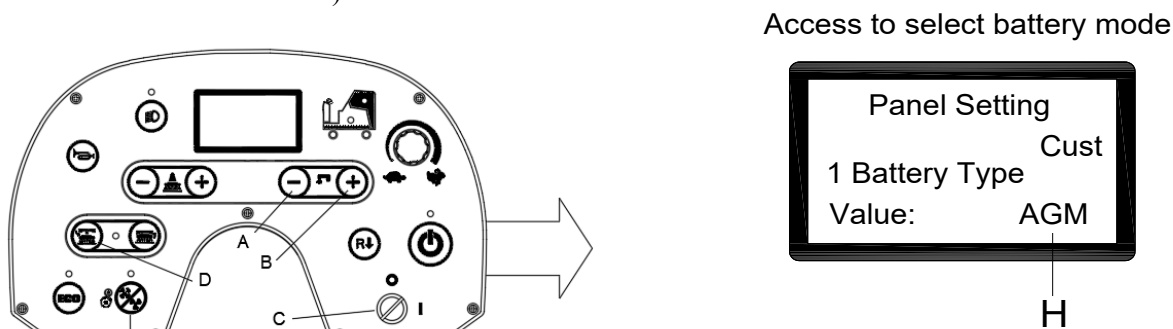

Рис. 6
1. Одновременно нажмите кнопку расхода воды «->»(А, рис. 6) и «<+» (В, рис. 6).
2. Вставьте ключ зажигания (С, рис. 6) и поверните его в положение «I».
3. Через несколько секунд экран перейдет в режим выбора батареи (рис. 6).
4. Нажмите кнопку расхода воды «->» (А, рис. 6) и «<+»(В, рис. 6), чтобы выбрать режим работы от батарей (Н, рис. 6).
5. Нажмите кнопку отпущания (D, рис. 6), Через 3 секунды отобразится сообщение «Update OK» (Обновление выполнено) — оно означает, что настройка установлена успешно. Включите машину для повторного запуска. (С, рис. 6).